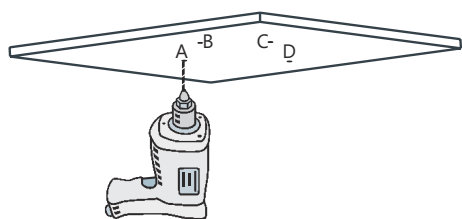

Fig. 7
1. ➤ Borra hål vid punkterna A, B, C och D med Ø10mm borr (Fig. 7).